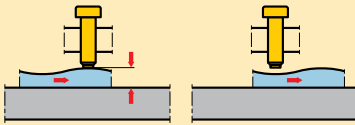

Figura 7
La Figura 7 (sujeción mecánica) muestra que la tensión disminuye a medida que cambian las dimensiones de la pieza de trabajo en el área de sujeción.
- Pernos de sujeción (Figura 7)